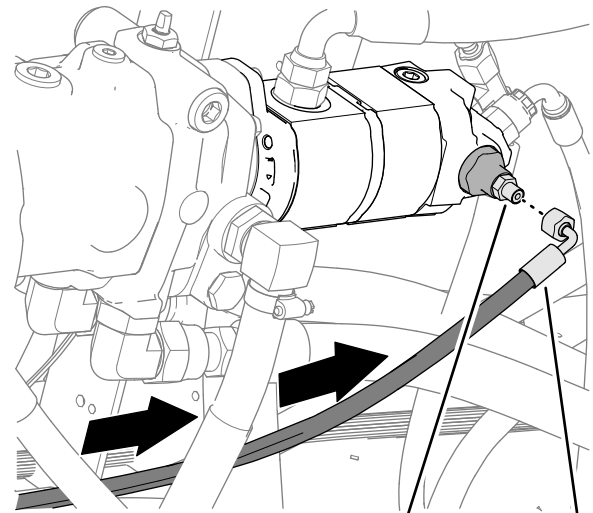

Figura 139
9. Monte el acoplamiento de 90° de la manguera de 6 mm x 2819 mm ($\frac{1}{4}$ " x 111") en el acoplamiento recto, y apriete el acoplamiento de la manguera (Figura 139).